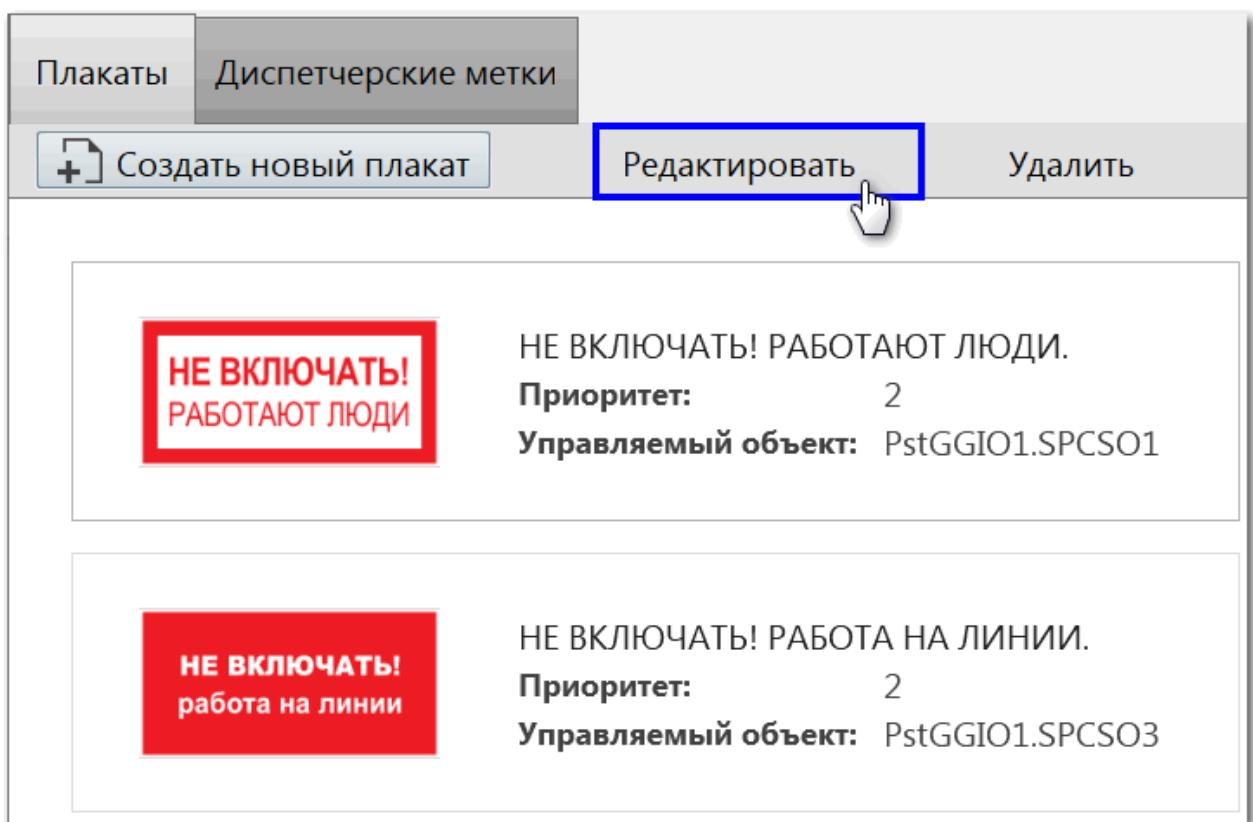

Рисунок 116 - Редактировать плакат
2. Нажмите **Редактировать** (Рисунок 116).